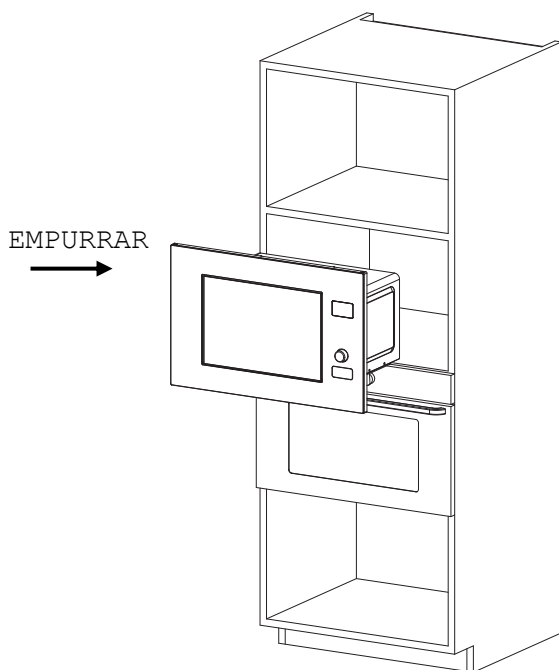

Fig. 1
② **INSTALAÇÃO:**
a) Coloque o forno micro-ondas no armário embutido e empurre-o para a frente até ao fim. (Fig. 1)